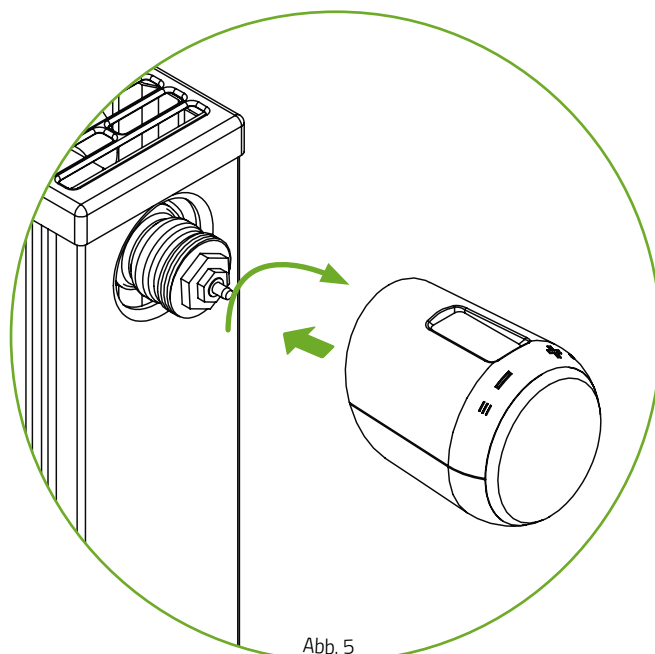

Abb. 5
3. Drehen Sie das Thermostat auf das Ventil bzw. auf den Adapter, indem Sie die Überwurfmutter im Uhrzeigersinn aufdrehen (Abb.5).